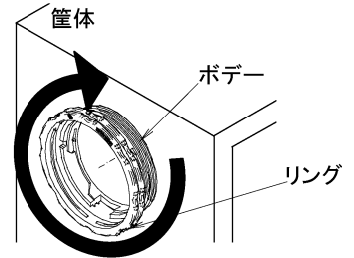

図5
②専用のリングを使用して筐体に確実に固定してください。(図5参照)